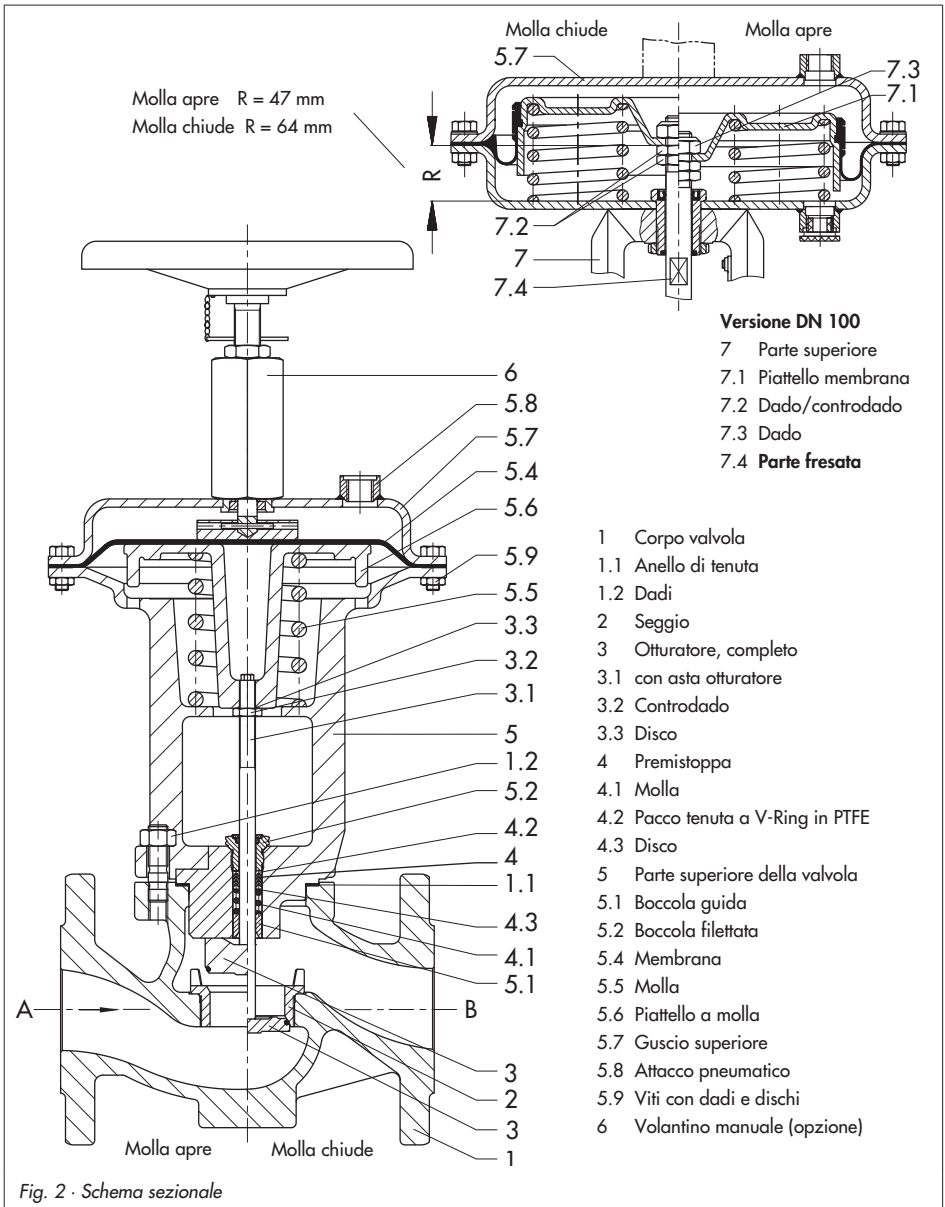

Fig. 2 · Schema sezionale
4. Inserire l'anello di tenuta (1.1) nel corpo. Collocare la parte superiore (5) sul corpo, per la versione „molla chiude” sollevare l'asta dell'otturatore e infilarla attraverso il premistoppa. Fissare il coperchio con i dadi (1.2). Avvitare il controdado (3.2) fino all'estremità filettata dell'asta dell'otturatore e collocarvi il disco (3.3)
5. Avvitare dado e controdado secondo dimensione R (fig. 2) sull'asta dell'otturatore e serrare. L'otturatore deve appoggiare sul seggio.